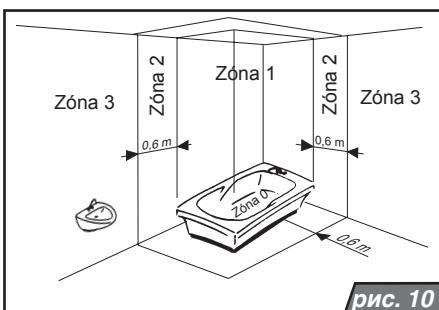

рис. 10
1. Присоединительная рампа, заказ № SP-24BXV17 (рис. 10)
Порядок навески (рис. 10):